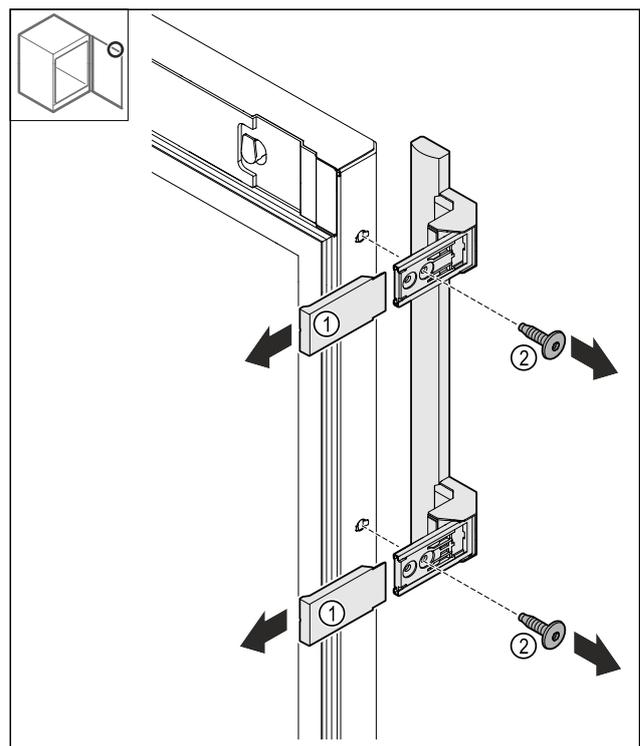

Fig. 26
- ▶ Abdeckungen Fig. 26 (1) abziehen.
- ▶ Schrauben Fig. 26 (2) lösen.